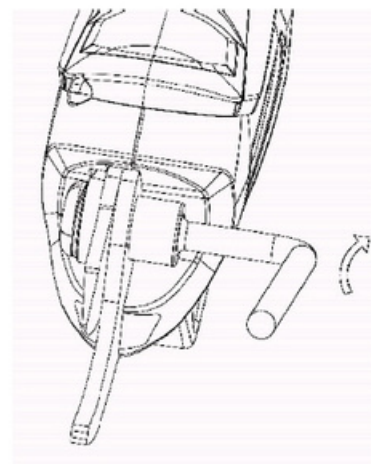

Fig. 4d
- Fixez les lames en serrant la vis et l'écrou. (Fig. 4d)